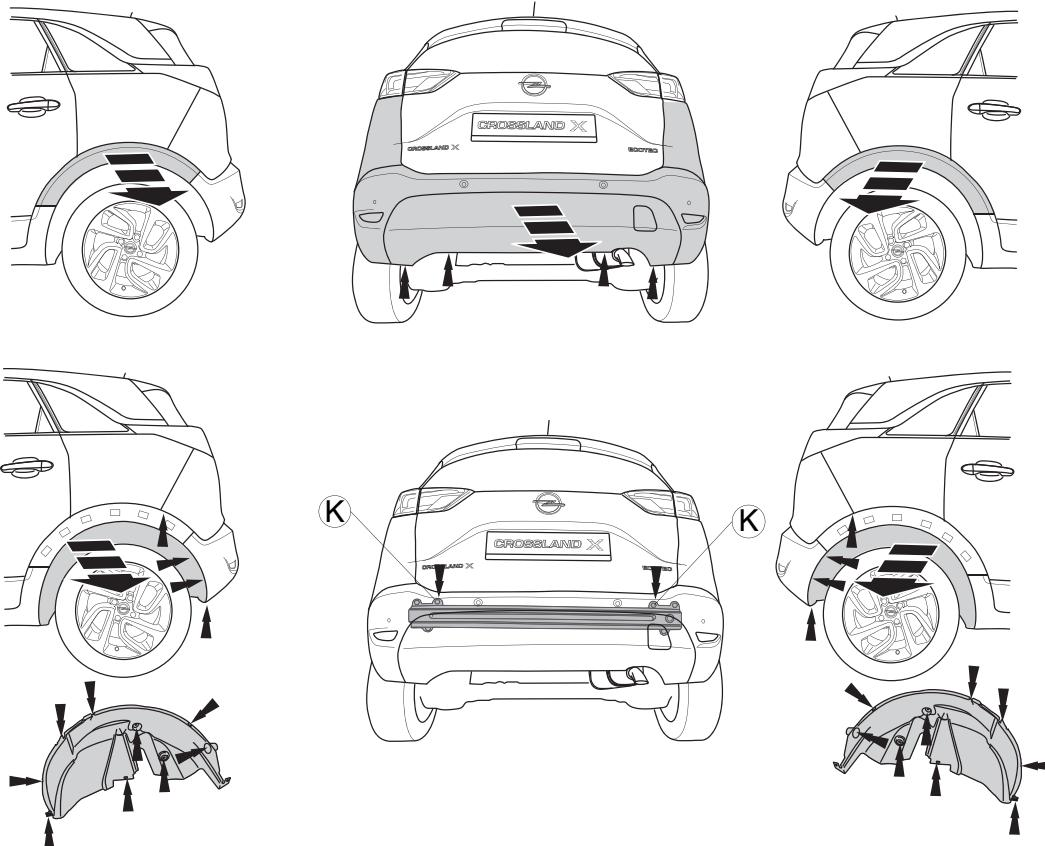

Fig. 1
1. Снять бампер. См. рисунок 1.
4. Снять заводские болты в точках K. См. рисунок 1.